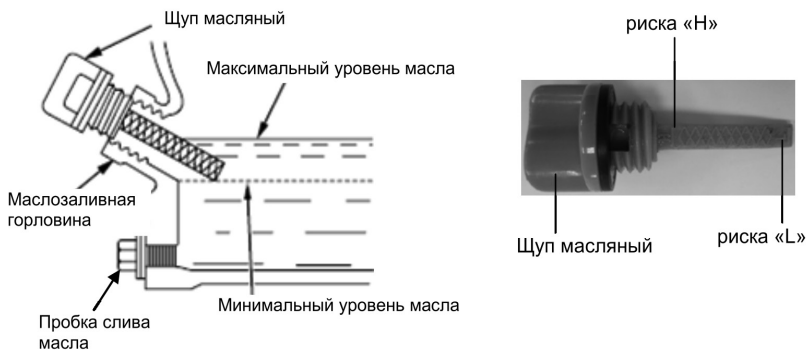

Рис. 28
4. Проверьте уровень масла по контрольной шкале щупа (Рис. 28).